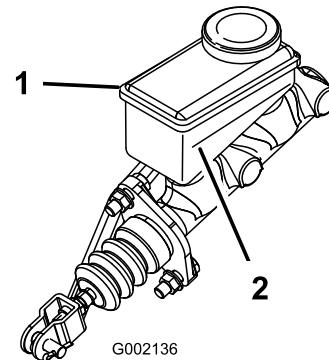

**Figura 64**
4. Eleve novamente o capot para aceder ao cilindro principal do travão e reservatório (Figura 64).
- A. Limpe a zona em redor da tampa do reservatório e retire-a (Figura 64).
- C. Coloque a tampa do reservatório (Figura 64).